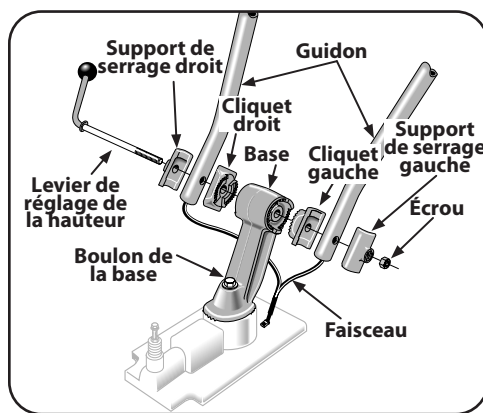

Figure 3-1
1. Démontez l'ensemble du guidon. Pour ce faire, retirez le levier de réglage de la hauteur en tournant le levier vers la gauche. Voir Figure 3-1.
2. Placez les extrémités du guidon sur chaque côté de la base, avec le faisceau de fils vers l'arrière de la base. Consultez la Figure 3-1.
3. Insérez le levier de réglage de la hauteur dans le support de serrage, l'extrémité du guidon, le cliquet du côté droit et la base; puis, dans le cliquet, l'extrémité du guidon et le support de serrage du côté gauche. Voir Figure 3-1. Fixez-le bien avec l'écrou, mais ne serrez pas trop.
1. Desserrez le boulon sur la base du guidon et faites pivoter le guidon vers la droite. Voir Figure 3-1 on page 31.